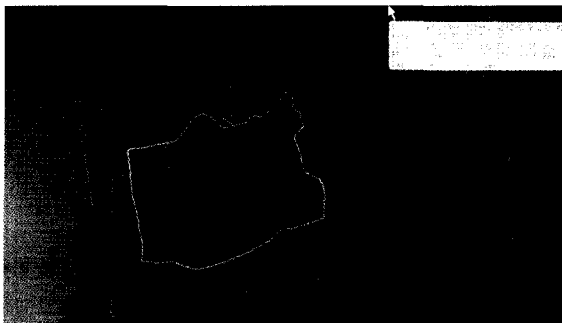

图4 零件切割轨迹
1. 编程。零部件数模(UG格式)输入到激光切割专用编程软件PEPS进行编程,输出零件切割轨迹(见图4)和编程程序代码。